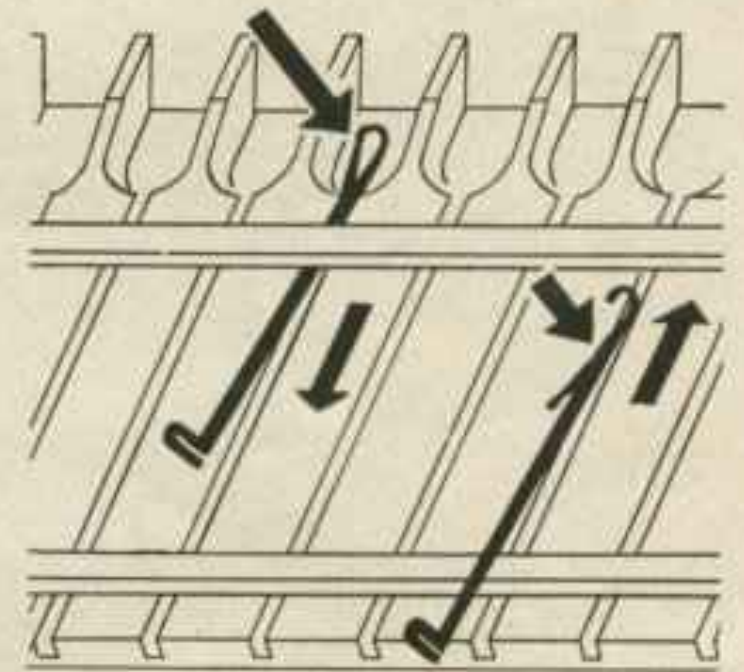

Fig. 111
**Nadel herausnehmen:** Zunge schliessen! Nadel am Fuss fassen und nach unten herausziehen. Fig. 111 links
**Nadel einsetzen:** Zunge öffnen! Nadel am Fuss fassen und von unten einführen. Fig. 111 rechts